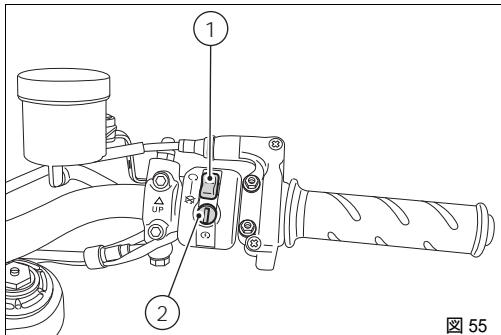

図 55
- 2) エンジン停止スイッチ (1、図 55) が O (RUN) の位置になっていることを確認し、始動ボタン (2) を押します。